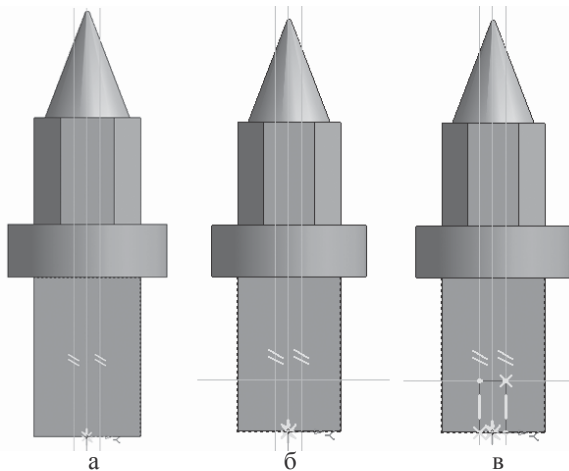

Рис. 4
- укажите вспомогательную прямую и разведите параллельные на 5 мм. Подтвердите обе прямые (рис. 4 а);
- укажите меньшую сторону прямоугольника и разведите параллельные прямые на расстояние 20 мм. Подтвердите прямую, расположенную на предмете (рис. 4 б);
- вызовите панель расширенных команд кнопки – многоугольник и выберите – прямоугольник. Обведите прямоугольник, получившийся на месте пересечения параллельных прямых (рис. 4 в);